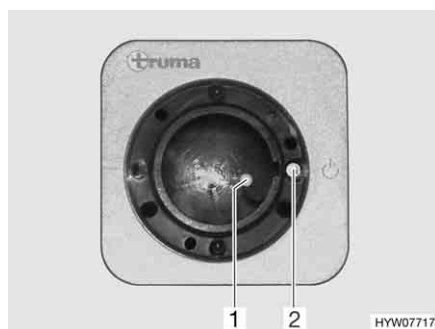
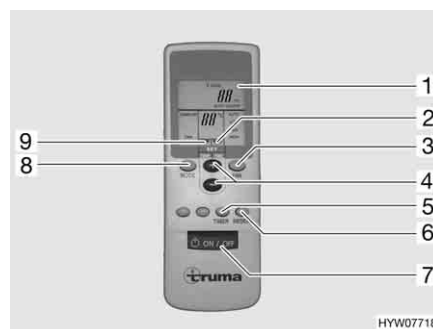

Fig. 163 Récepteur
Fig. 164 Télécommande
- Mettre en marche la télécommande à l'aide de l'interrupteur (Fig. 164,7). Le voyant de contrôle vert (Fig. 163,1) indique le mode de refroidissement.
- Régler le mode de fonctionnement souhaité à l'aide de la touche (Fig. 164,8).
- Régler si nécessaire la puissance de ventilation et la température de la pièce souhaitées à l'aide des touches (Fig. 164,3 et 4). La flèche (Fig. 164,9) indique le mode de réglage sélectionné.
- ▷ Sur le récepteur se trouve un interrupteur supplémentaire (Fig. 163,2) permettant de mettre en marche ou d'arrêter la climatisation sans télécommande. Lorsque la climatisation est mise en marche à l'aide de cet interrupteur, le mode de fonctionnement réglé sur la télécommande lors de la dernière utilisation est sélectionné automatiquement.
- Pour éteindre la climatisation, appuyer à nouveau sur la touche (Fig. 164,7) de la télécommande.
- Pour effectuer la programmation, allumer la climatisation à l'aide de la touche (Fig. 164,7) de la télécommande.
- Régler le mode de fonctionnement et la température de la pièce souhaités à l'aide des touches (Fig. 164,8, 3 et 4).
- Sélectionner à l'aide de la touche (Fig. 164,5) la fonction souhaitée (Fig. 164,1) :
- Sélectionner le temps de retard souhaité (de 1 à 15 heures) à l'aide des touches (Fig. 164,4). La flèche (Fig. 164,2) clignote et indique le mode de réglage.
- ▷ En appuyant sur la touche (Fig. 164,6), les réglages de la télécommande sont à nouveau envoyés au récepteur.